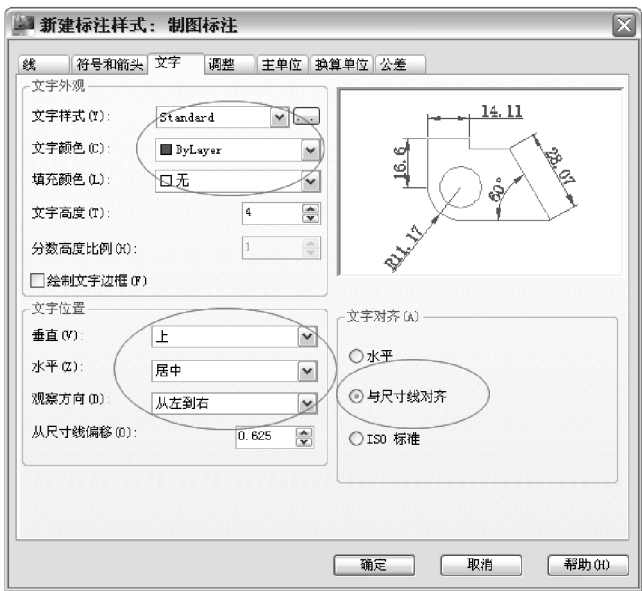

图 8-46 【文字】选项卡设置
6) 选择【文字】选项卡,“文字外观”中“文字样式”选为 Standard、“文字颜色”选为 ByLayer、“填充颜色”选为无、“文字高度”设为 4,“文字对齐”中选择“与尺寸线对齐”,如图 8-46 所示。